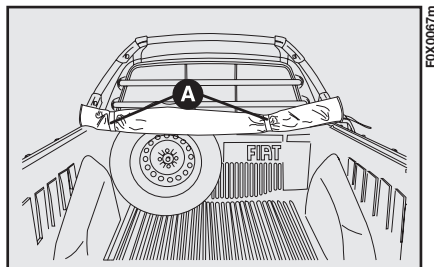

fig. 86
- bloccare il telo raccolto contro la cabina utilizzando gli elastici di predisposizione A-fig 86;